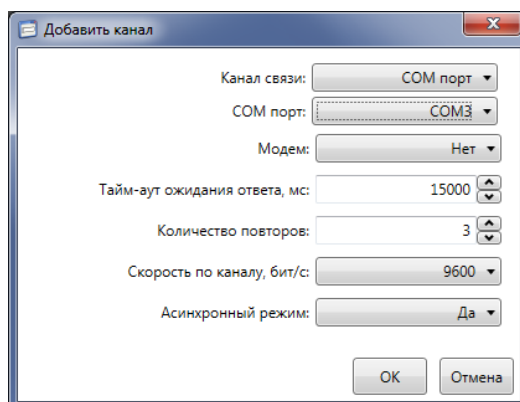

Рисунок 9.8 – Добавление канала связи со счетчиком
9.7.5.4 В появившемся окне указать тип канала (*COM порт* в случае оптопорта) и выбрать последовательный порт, к которому подключено УСО-2. Остальные параметры можно оставить без изменений (рисунок 9.8).